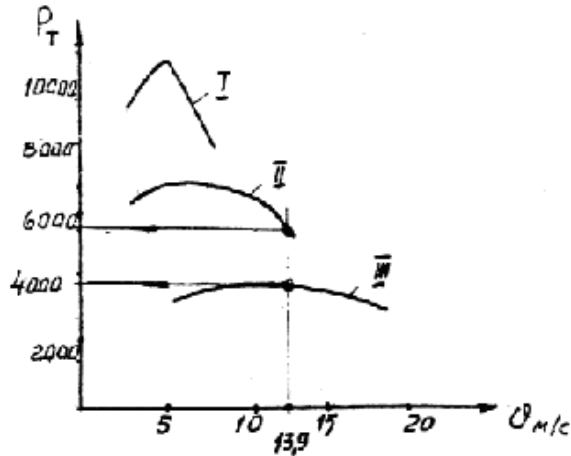

Рисунок 3.4. Тяговая характеристика автомобиля
3.9. Определите, на какой передаче автомобиль может двигаться с разгоном, а также значение ускорения, если он движется со скоростью 50 км/ч по асфальтобетонной дороге ($f = 0,012$), имеющей подъем $1,5^\circ$. Напишите уравнение тягового баланса для данных условий движения при этом воспользуйтесь тяговой характеристикой (рисунок 3.4.), если известно: габаритная высота автомобиля $H = 2,2$ м; ширина колеи передних колес $B = 1,6$ м; коэффициент сопротивления воздуха $k_w = 0,687 \text{ Н}\cdot\text{с}^2/\text{м}^4$; полный вес автомобиля $G_a = 72520 \text{ Н}$.
Дано: $i_{k1} = 6,48$; $i_{k2} = 3,09$; $i_{k3} = 1,0$; $f = 0,012$; $\alpha = 30^\circ$; $V = 50 \text{ км/ч}$; $B = 1,6 \text{ м}$; $k = 0,687 \text{ Н}\cdot\text{с}^2/\text{м}^4$; $G_a = 72520 \text{ Н}$; $H = 2,2 \text{ м}$. (см. рисунок 3.4.)